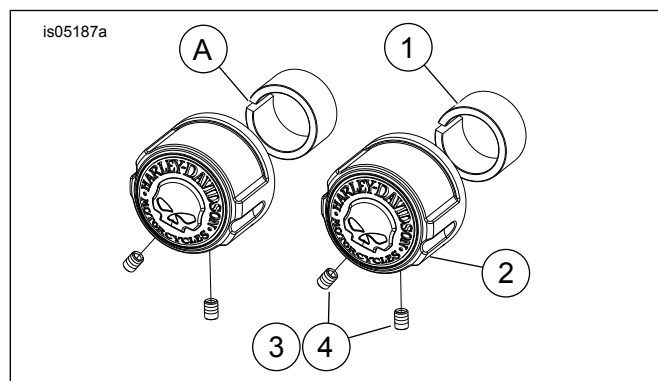
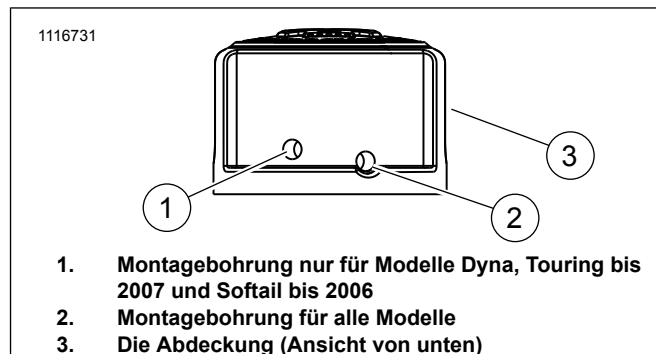

Abbildung 1. Achsmutterkappensatz für Vorderachse
Abbildung 2. Einbau von Distanzstück und Abdeckung
1. Siehe Abbildung 1. Bauen Sie das Distanzstück (1) auf die Achsmutter und Achswelle, sodass der Schlitz (A) im Distanzstück auf die 09:00-Position gerichtet ist.
2. Die Achsabdeckungen (2) so über die Distanzstücke montieren, dass der Skull sich in aufrechter, vertikaler Lage befindet.
3. Siehe Abbildung 2. Feststellschrauben in die Montagebohrungen einsetzen (1 und 2). Alle vier Feststellschrauben fest anziehen.
1. Siehe Abbildung 1. Die Distanzstücke (1) entsorgen. Die Achsabdeckungen (2) so auf die Achsmutter und die Achswelle montieren, dass der Skull sich in aufrechter, vertikaler Lage befindet.
2. Siehe Abbildung 2. Feststellschrauben in die Montagebohrungen einsetzen (1 und 2). Schraube in Bohrung (1) festziehen und dann Schraube in Bohrung (2) festziehen.
1. Siehe Abbildung 1. Die Distanzstücke (1) entsorgen. Siehe Abbildung 2. Die 0,375 in lange Feststellschraube in eine der Achsmutterabdeckungen durch Montagebohrung (2) einbauen. Die Abdeckung an der Mutterseite der Achse anbauen.